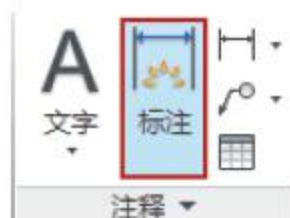

图5-47 【注释】面板
- 【默认】选项卡：在【默认】选项卡中，单击【注释】面板中的【标注】按钮，如图5-47所示。